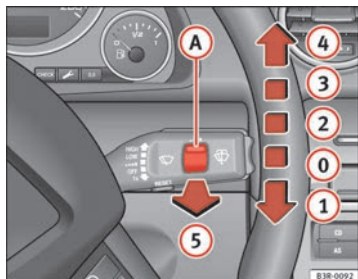

Fig. 101 Levier d'essuie-glace
Le levier d'essuie-glace → fig. 101 est doté des positions suivantes :
Les phares étant allumés, sélectionnez la fonction lavage / balayage automatique $\Rightarrow$ page 135, fig. 101 ⑤ en tirant le levier pendant plus d'une seconde.